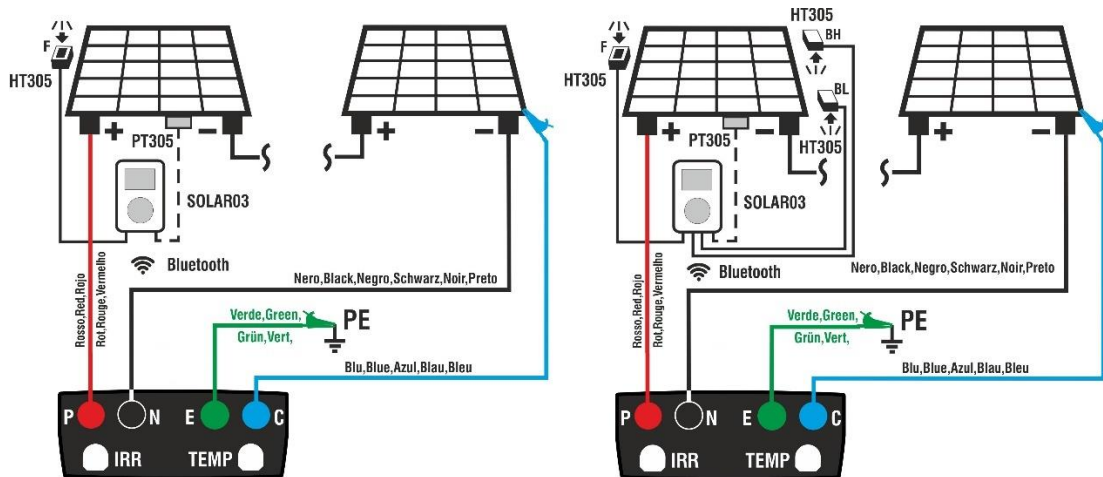

Fig. 13: Uso con SOLAR03 in connessione diretta su moduli Mono/Bifacciali
3. Collegare lo strumento al modulo/stringa in prova ed eventualmente al nodo principale di terra dell'impianto e alle masse metalliche messe a terra come mostrato in Fig. 13. In particolare:
- **Nel caso di moduli Bifacciali** → posizionare le **3 celle di riferimento HT305** rispettivamente sul piano frontale (**F**), sulla parte posteriore superiore (**BH=BackHigh**) e sulla parte posteriore inferiore (**BL=BackLow**) del modulo. Collegare la cella di riferimento frontale (F) all'ingresso **“INP1”**, la cella di riferimento BH all'ingresso **“INP2”**, la cella di riferimento BL all'ingresso **“INP3”** ed **eventualmente** la sonda di temperatura **PT305** all'ingresso **“INP4”** dell'unità remota. In accordo alla normativa IEC/EN60904-1-2, lo strumento calcola il valore di Irraggiamento frontale equivalente (**Irreq**) che corrisponde all'Irraggiamento sul solo piano frontale producendo gli stessi effetti dell'Irraggiamento rilevato su entrambe le facce tenendo conto del **coefficiente di bifaccialità** ( $\varphi$ ) del modulo in base alla seguente relazione: